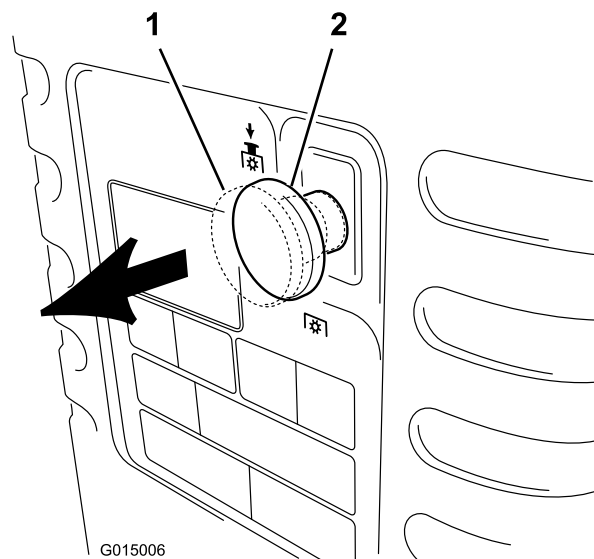

Bild 8
2. Ziehen Sie das ZWA-Handrad heraus in die On-Stellung (Bild 8).
2. Drücken Sie den Zapfwellenantrieb (ZWA) in die Aus“-Stellung (Bild 8).